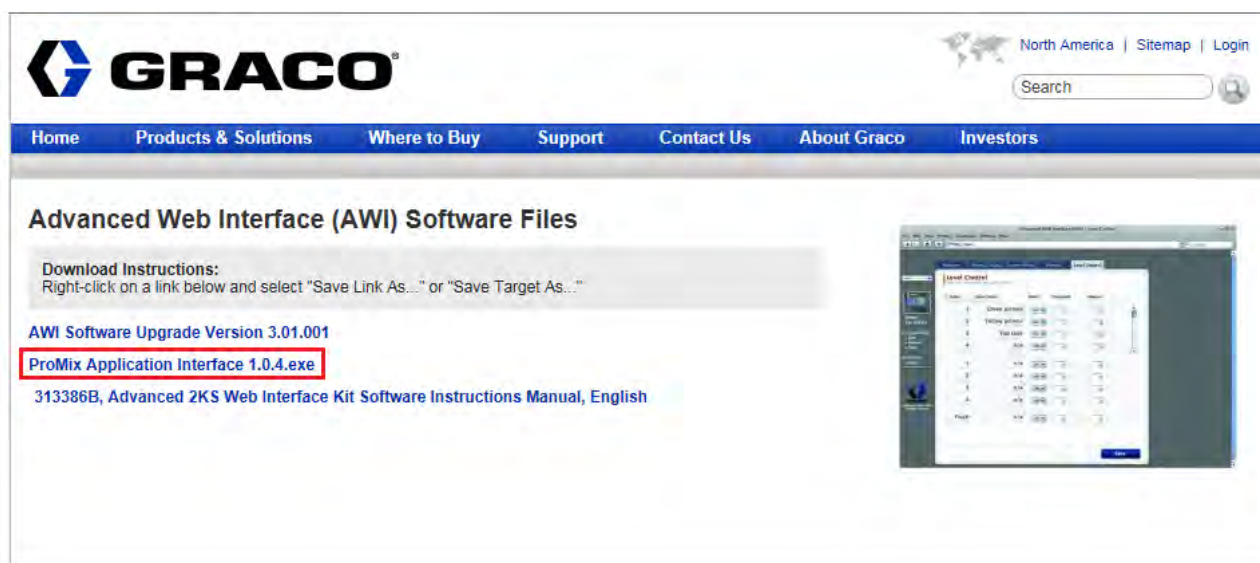

Рис. 1: Страница загрузки файлов программного обеспечения Graco Advanced Web Interface (AWI)
- a. Программное обеспечение прикладного интерфейса можно загрузить с сайта ПО Graco's Advanced Web Interface's (AWI). См. **Рис. 1**